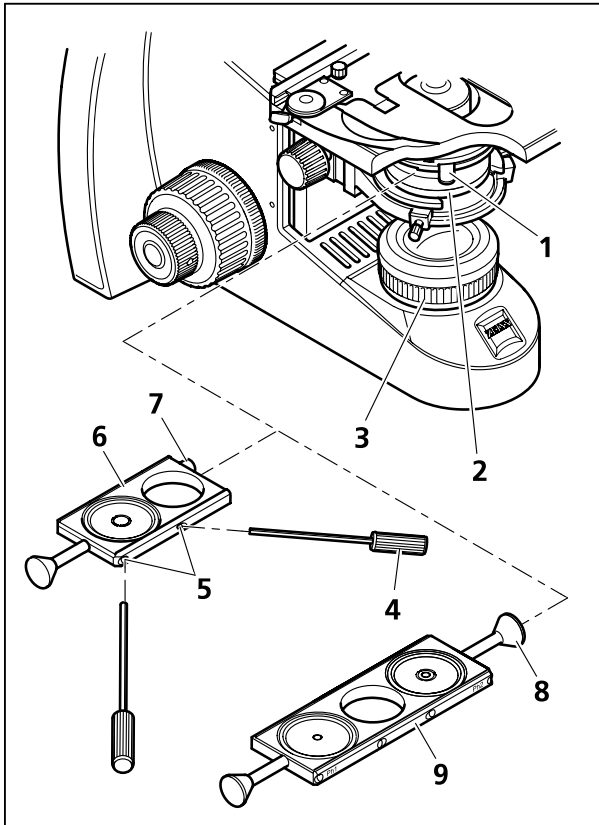
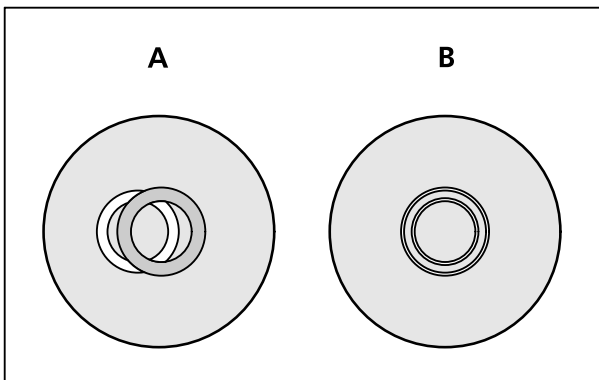

Figura 22 Insertar la corredera
Figura 23 Centrar el diafragma anular
- Abrir el diafragma de campo luminoso (Figura 22/3) en el estativo y, mediante la palanca (Figura 22/1), el diafragma de apertura en el condensador de Abbe (Figura 22/2).
- Montar la corredera apropiada para el objetivo utilizado, con una (Figura 22/6) o dos (Figura 22/9) posiciones para contraste de fases (Ph).
- Corredera Ph 1, Ph 2 ó Ph 3 (Figura 22/6): Desenroscar el tornillo (Figura 22/7). Introducir la corredera desde la izquierda en el condensador de Abbe y volver a enroscar el tornillo (Figura 22/7).
- Corredera Ph 1 / H / Ph 2 (Figura 22/9): Desenroscar el asa (Figura 22/8) del lado derecho. Introducir la corredera (Figura 22/9) desde la izquierda en el condensador de Abbe (las inscripciones Ph 1 y Ph 2 son derechas y legibles al directo por delante). Volver a enroscar el asa.
- Controlar el centraje del diafragma anular según la Figura 23. Sacar un ocular para tal fin y sustituirlo por la lente auxiliar.
- Cuando sea necesario, centrar el diafragma anular (Figura 23/A) mediante los dos tornillos de ajuste de la corredera (Figura 22/5), usando las dos llaves Allen SW 1,5 (Figura 22/4), hasta que se presente una imagen que corresponda a la Figura 23/B.